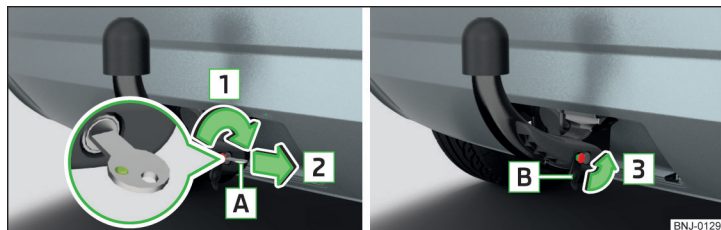

Abb. 248 Schloss verriegeln und Schlüssel abziehen / Kappe auf das Schloss stecken
- Den Schlüssel **A** in Pfeilrichtung **1** drehen, sodass dessen grüne Markierung nach oben zeigt » Abb. 248.